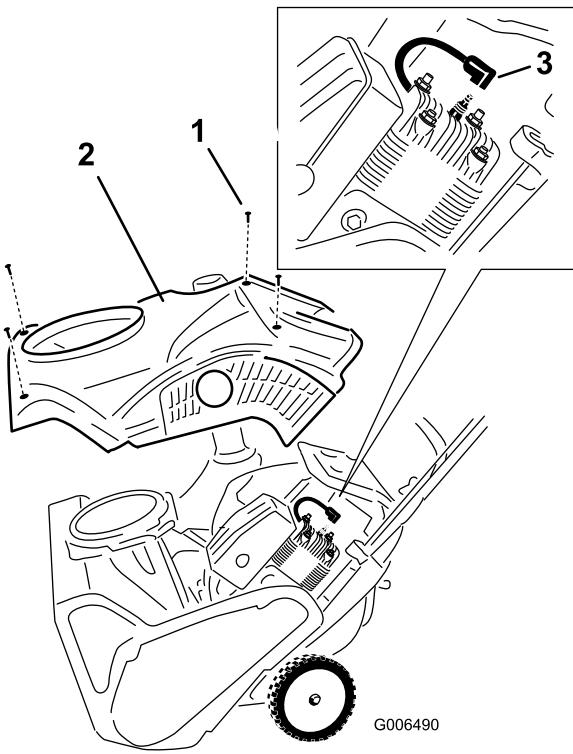

Figure 22
4. Enlevez les 4 vis de fixation du carénage (Figure 22).
- 1. Vis (4)
6. Enlevez le carénage (Figure 22).